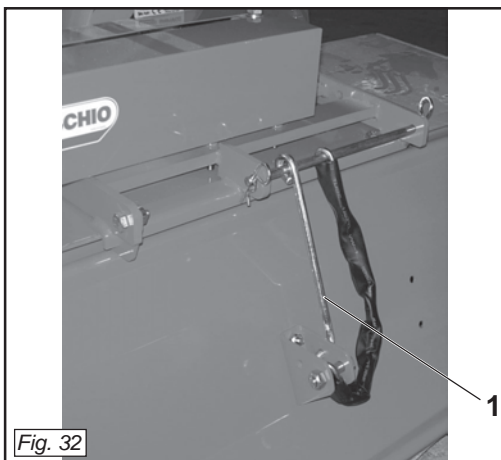

Fig. 32
- 2) Nel caso che la macchina sia dotata di catena, posizionare l'asta antiribaltamento come in figura (1 Fig.32).
- 2) *If the machine has a chain, position safety rod as shown in the figure (1 Fig. 32).*
- 2) Si la machine est dotée d'une chaîne, placer la tige anti-retournement comme dans la figure (1 Fig. 32).
- 2) *Falls die Maschine mit Kette ausgerüstet ist, muss die Kippschutzstange wie in der Abbildung (1 Abb. 32) angeordnet werden.*
- 2) Si la máquina posee cadena, posicionar la barra antivuelco como se ve en la figura (1 Fig. 32).